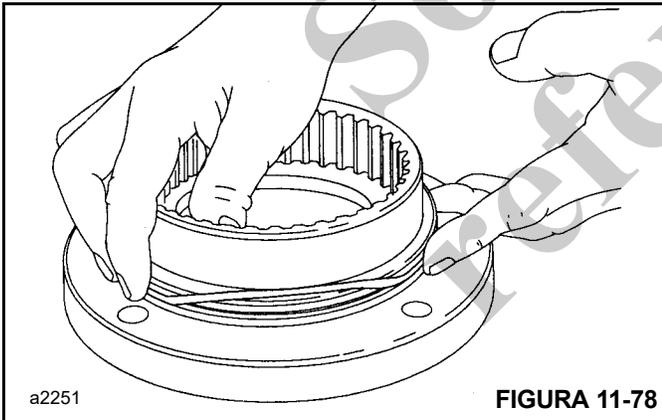

FIGURA 11-78
1. Comience el armado colocando el soporte del motor en el banco de trabajo con la superficie de montaje del motor hacia abajo. Instale un anillo "O" y un resorte de freno nuevos (Figura 11-78).